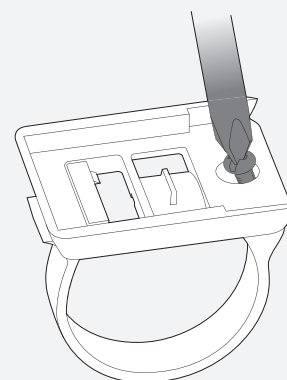

Figure 24. Serrez la vis.
6. Du côté latéral du compteur, insérez la vis et serrez-la (Figure 24).